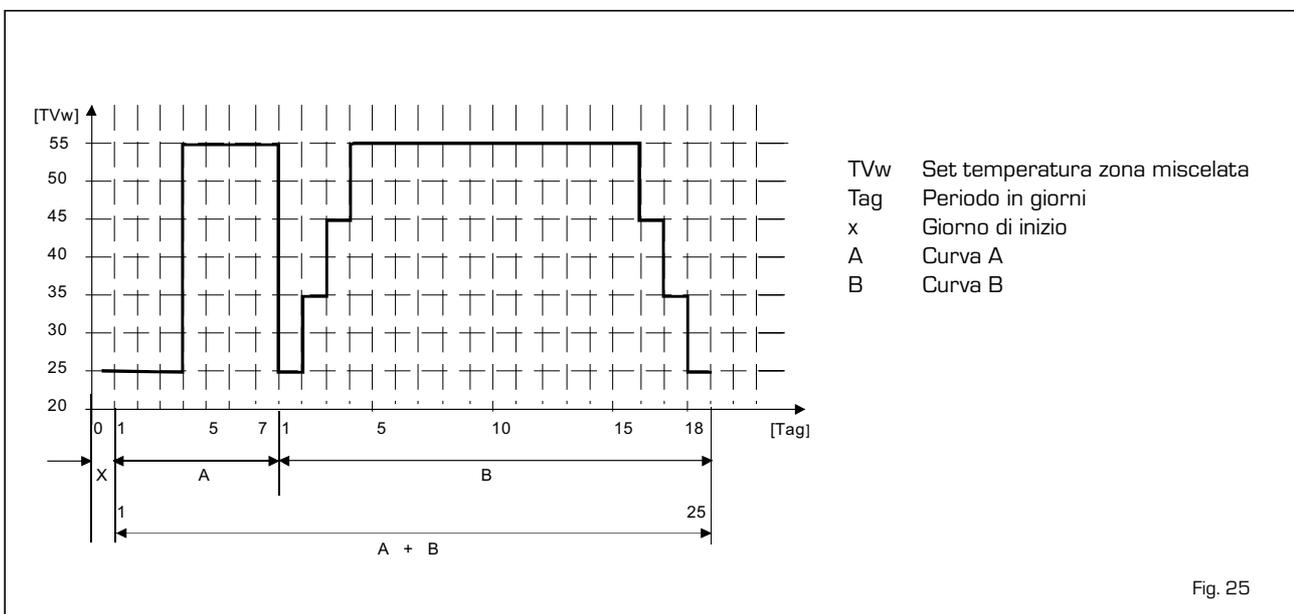

Fig. 25
4.3.4 Funzione asciugatura massetto (fig. 25)